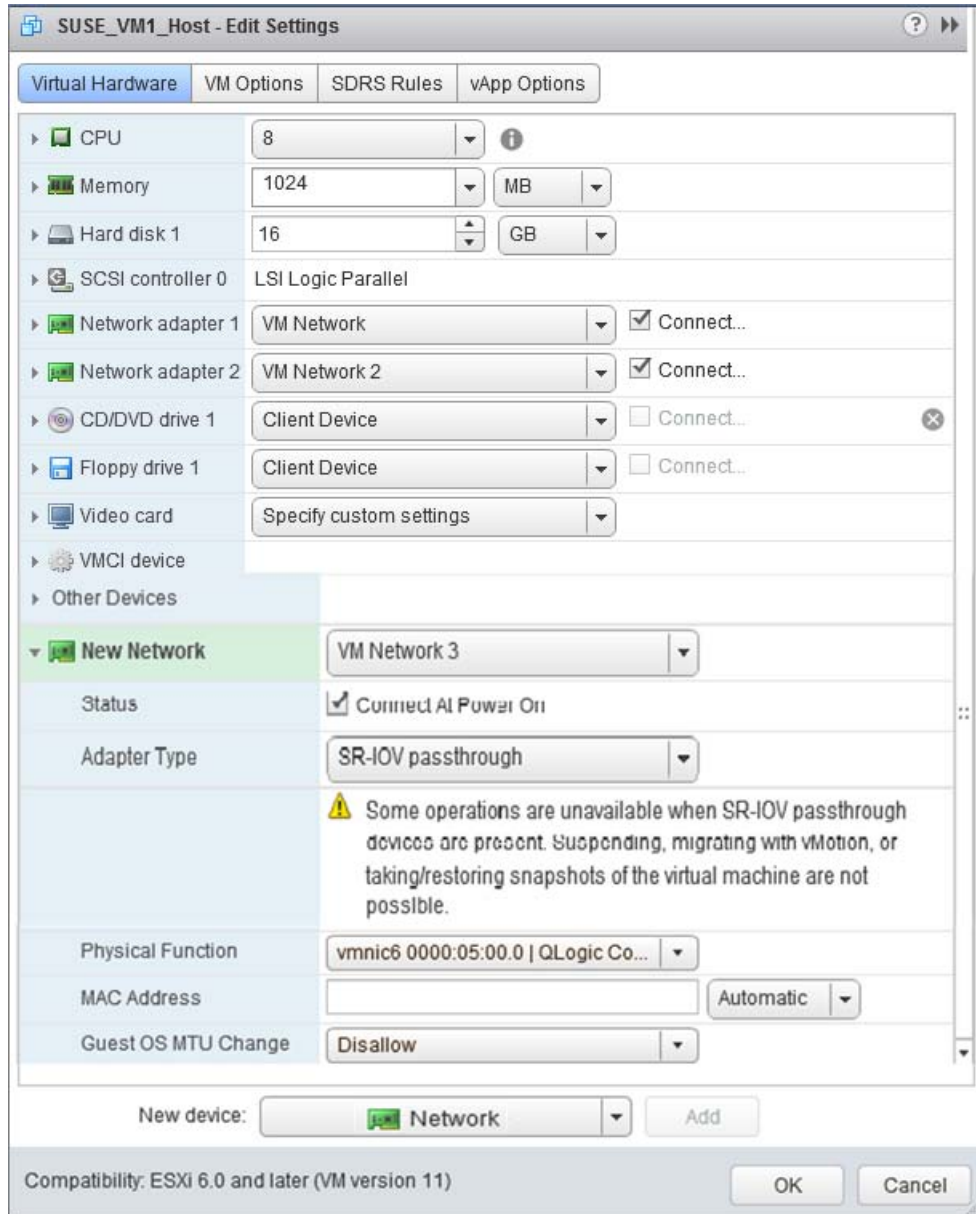

Figure 8-15. Paramètres de modification de l'hôte VMware
15. Complétez la boîte de dialogue Modifier les paramètres (Figure 8-15) comme suit :